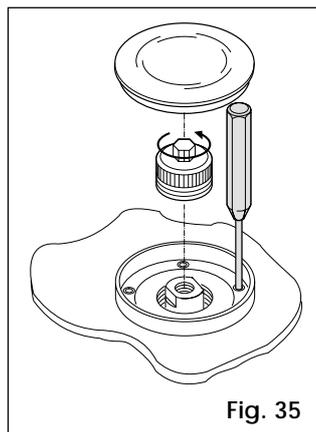

Fig. 35
- 2) Quitar la protección del agujero y desenroscar completamente el tapón del tornillo de regulación del embrague (Fig. 35).